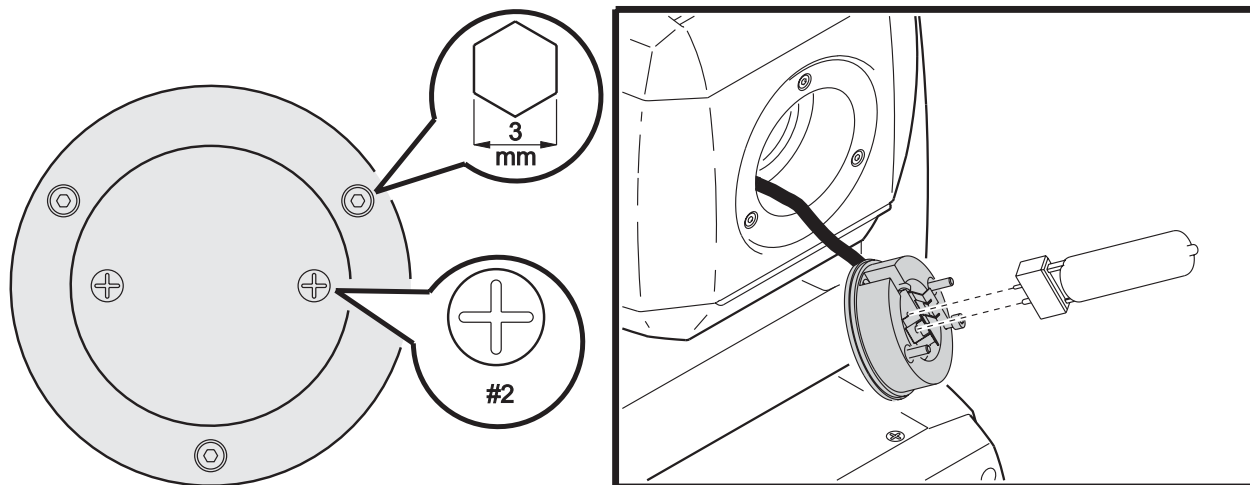

Ilustración 9: Instalación de lámpara
9. Arrancar la lámpara y ajustar la lámpara mediante los tres tornillos Allen de 3mm uno cada vez tal y como muestra la Ilustración 9 hasta que la parte más brillante esté en el centro del haz.